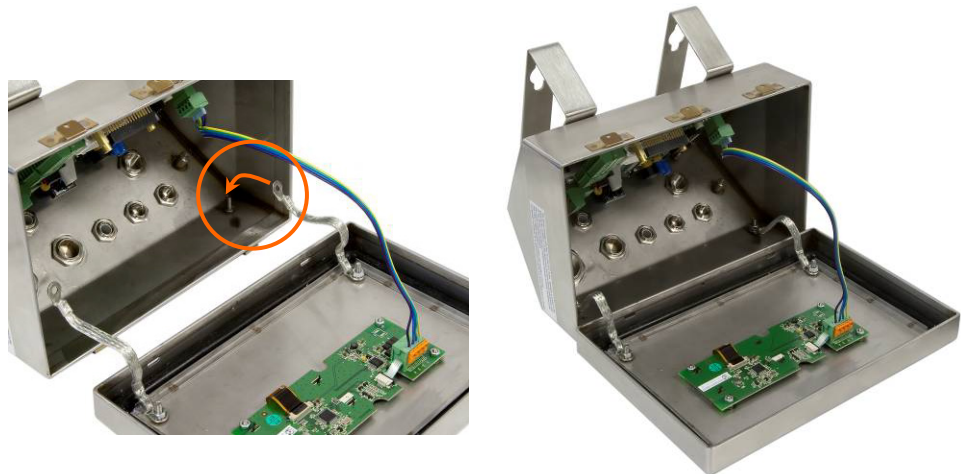

Abbildung 2-22: Abdeckung umdrehen
- C. Die vordere Abdeckung vorsichtig um 180 Grad drehen und die beiden Erdungsbänder mit den zwei Muttern, die im vorherigen Schritt (Abbildung 2-22) ausgebaut wurden, wieder an den beiden Bolzen neben den Kabeltüllen befestigen. Die zwei Muttern festziehen.